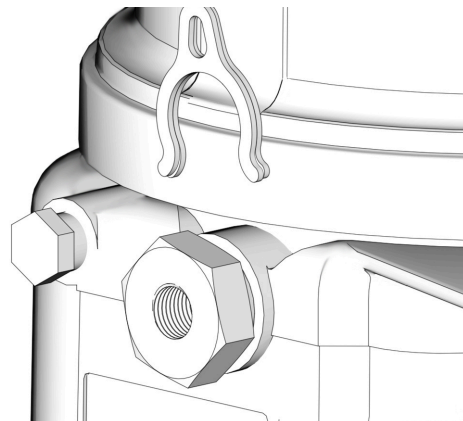

FIG. 11
La commande du volume de la pompe se règle en n'utilisant soit aucune (0) entretoise, soit 1 ou 2 entretoises (FIG. 11).